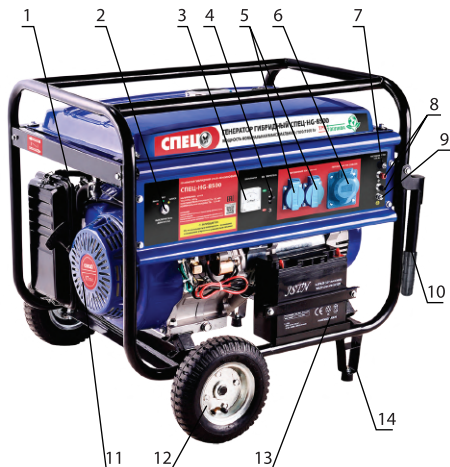

Рис.1. Общий вид **HG-2500**
4.4. Основные элементы генераторов показаны на рис. 1.